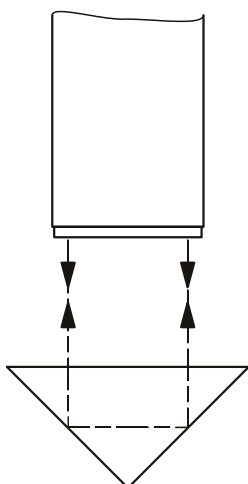

图 19： 测量 90°棱镜
2. 将 LED 光源装入角度模块中的自准直仪末端上的光源仓中。连接光源至底座后部的接口（第 13 页图 19 中的第 22）。
进行此测量时，您需要将棱镜放在台面上，其斜边一面朝向自准直望远镜。从自准直望远镜 AKR 发出的平行光被其两个侧面以直角反射回来（见图 19）。